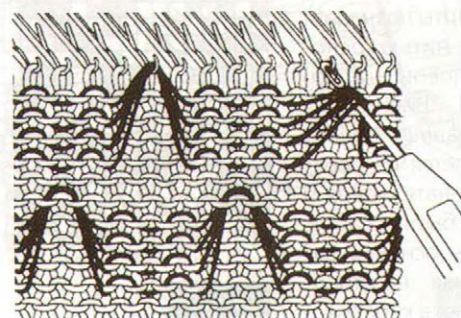

рис. 17
2. Прямой подъем протяжек за один прием (рис. 17):